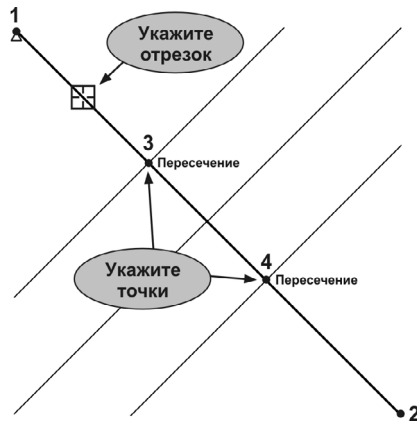

Рис. 59.68.
7. Удалите часть отрезка между точками 3 и 4. Положение точек усечения укажите при помощи привязки **Пересечение** (рис. 59.68).